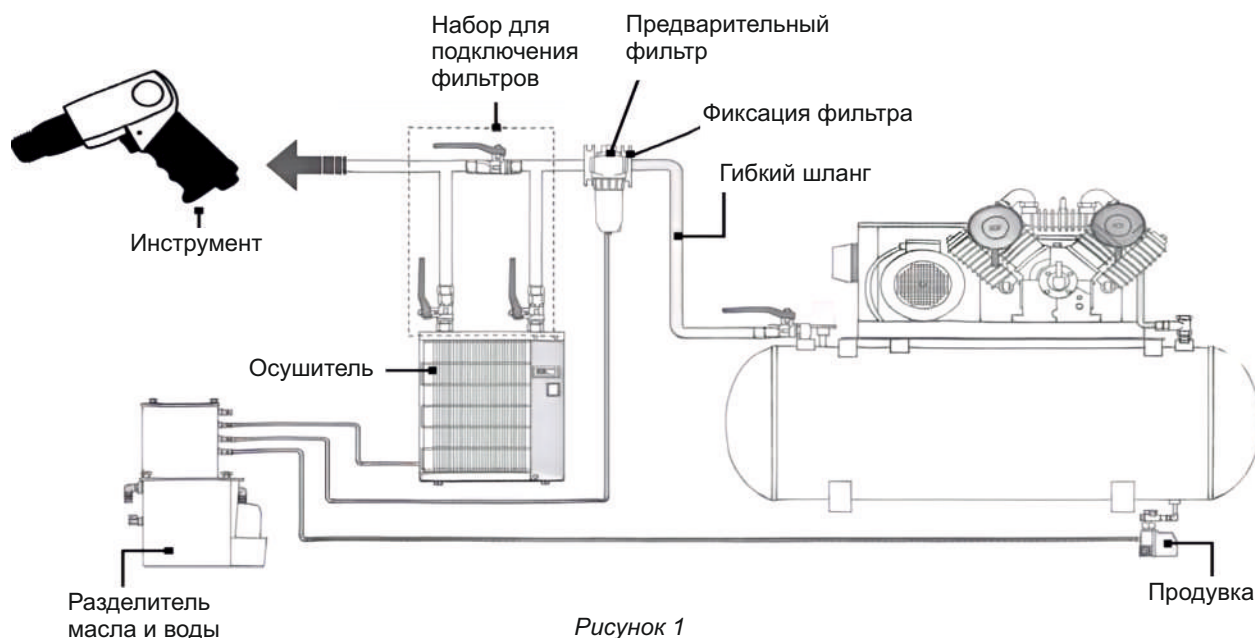

Рисунок 1
3. См. рис. 1, показывающий правильный режим подключения к системе подачи воздуха, который повысит эффективность и срок службы инструмента.
1. Просушите фильтр (рис. 1) и воздухозаборник инструмента.